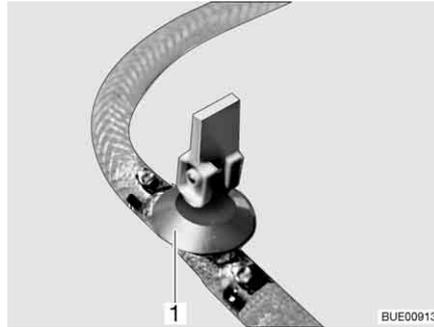
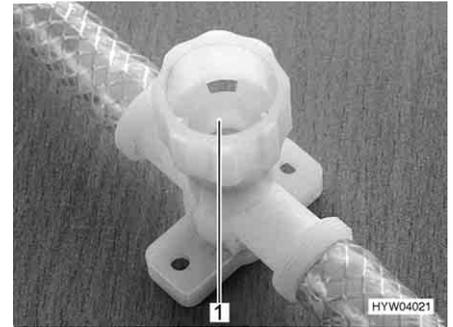

Bild 235 Ablasshahn (mit Kipphebel)
Bild 236 Ablasshahn (mit Drehkappe)
- Alle Ablasshähne schließen. Dazu den Kipphebel des Ablasshahns (Bild 235, 1) waagrecht stellen oder die Kappe des Ablasshahns (Bild 236, 1) im Uhrzeigersinn drehen.